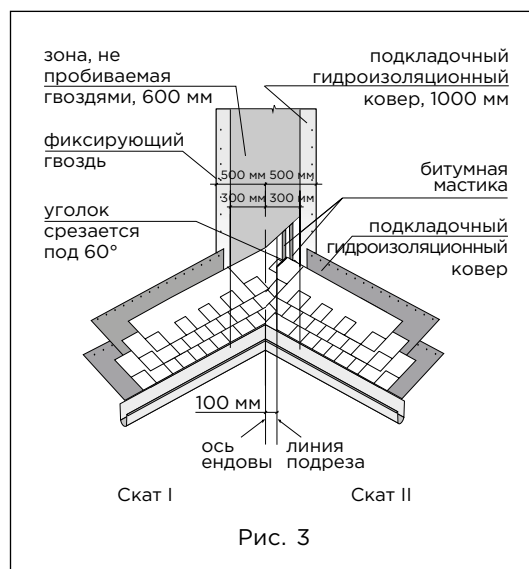

Рис. 3
Ендова (рис. 3)
- лист, подходящий к ендове со ската II, должен доходить до линии подрезки и обрезаться по ней. Верхний уголок обрезанного края листа подрезается под углом 60° (50×30 мм – рис. 3);
- лист, подходящий к ендове со ската II, должен доходить до линии подрезки и обрезаться по ней. Верхний уголок обрезанного края листа подрезается под углом 60° (50 × 30 мм – рис. 3);